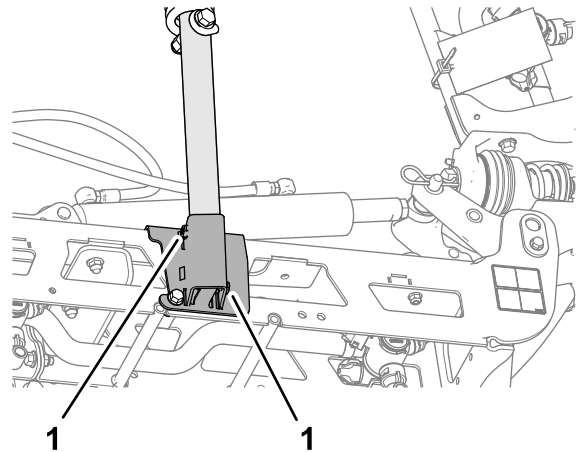

Рисунок 107
- Ослабьте 2 установочных винта, которые крепят нижнюю трубу опоры (Рисунок 107).